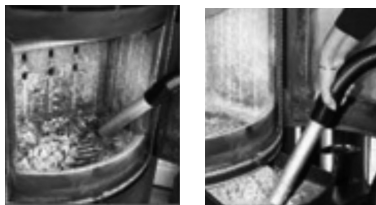

Fig. A2
- - Tubo di alluminio: serve ad aspirare la cenere dal camino (Fig. A2).